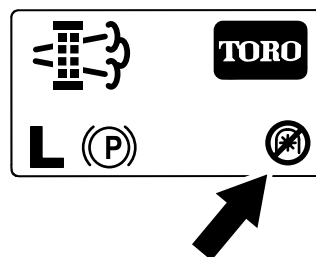

Figure 73
**Remarque:** L'écran d'accueil affiche l'icône de PDF désactivée (Figure 73).
**Remarque:** L'écran d'accueil affiche l'icône de PDF désactivée; voir Figure 73 à la section Messages de régénération en stationnement \(page 48\).